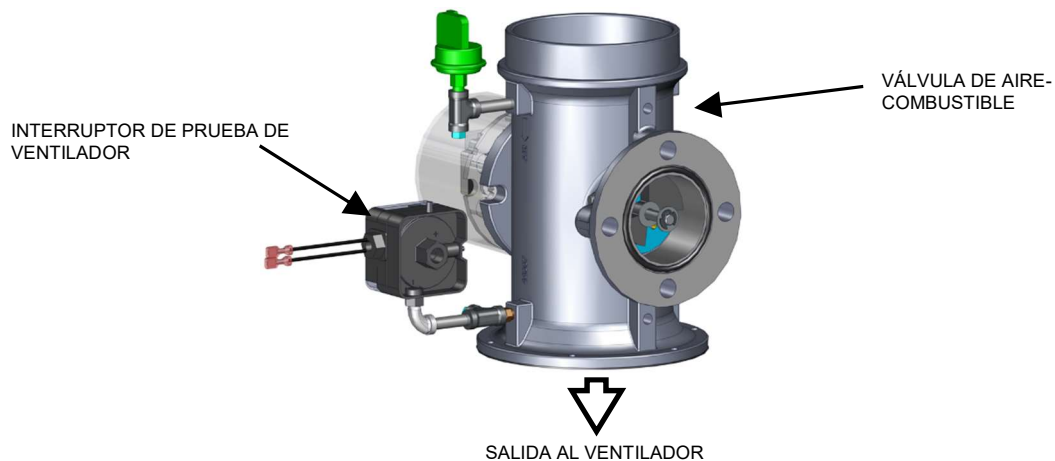

Figura 3-5: Interruptor de comprobación del ventilador
6. Después, el **Interruptor de Comprobación del Ventilador** en la Válvula de Aire-Combustible (Figura 3-5) se cierra. La pantalla mostrará **PURGING** (purgando) e indicará el tiempo que ha pasado del ciclo de purga en segundos.